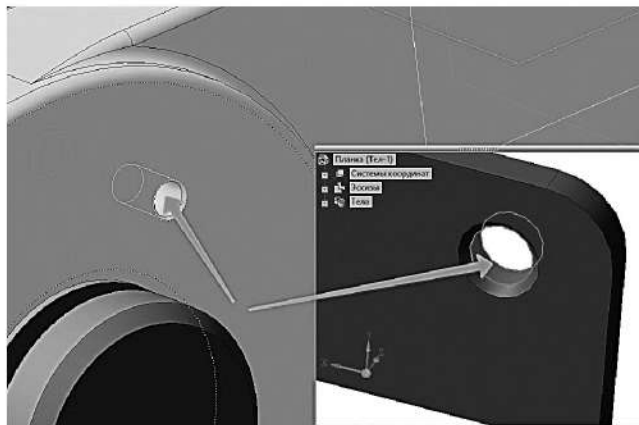

Рисунок 3.39. Выбор элементов деталей «Вилка» и «Планка» для сопряжения «соосность»
2.5.4 Наложите сопряжение **Соосность**  между правой парой граней (рисунок 3.39).